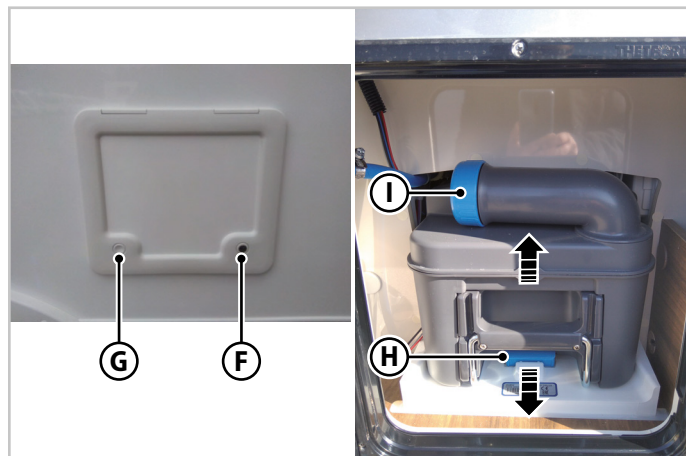

Fig.6.38 - Esvaziamento do autoclismo
2. Abrir a fechadura (**F** - Fig.6.38) com a chave e, em seguida, retirá-la
3. Premir os botões **G** e **F** (Fig.6.38) e abrir a portinhola.
4. Exercer uma ligeira pressão para cima na pega (**H** - Fig.6.38) e puxar o depósito para fora.
5. Retirar a tampa (**I** - Fig.6.38) e premir o botão de ventilação para esvaziar o depósito.